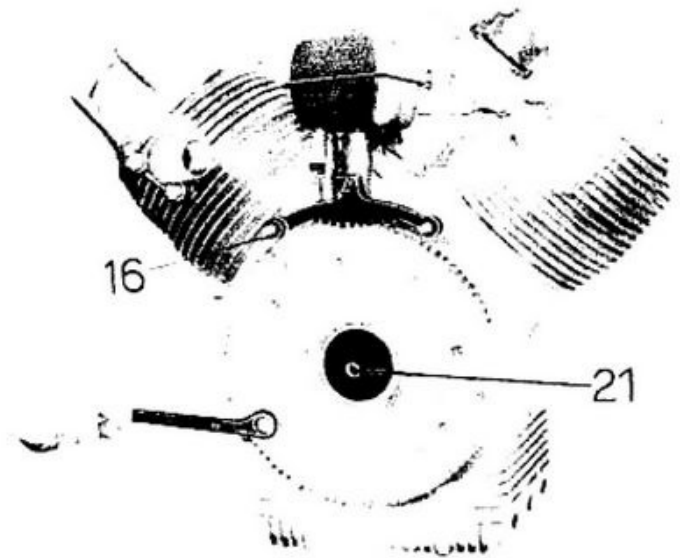

Fig. 10
- il gruppo frizione svitando i bulloni che fissano la corona per l'avviamento con chiave ad occhio e attrezzo n. 12911801 (16 di fig. 10) tenendo presente che svitando detti bulloni, occorrerà seguire un ordine incrociato. Tolto la corona sfilare il disco per frizione esterno, il disco intermedio, il disco per frizione interno, il piattello spingidischi, lo scodellino sul piattello e le molle;